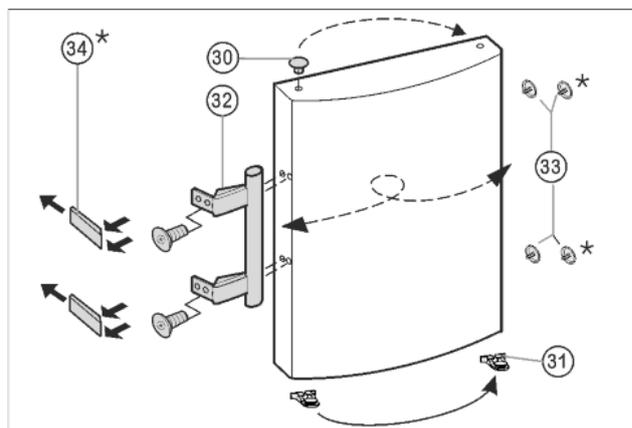

Fig. 7
- ▶ Извлеките пробку Fig. 7 (33) из опорной втулки дверцы и переставьте.
- ▶ Снимите и переставьте на противоположную сторону дверную ручку Fig. 7 (32), пробку Fig. 7 (33) и прижимные пластины\* Fig. 7 (34).